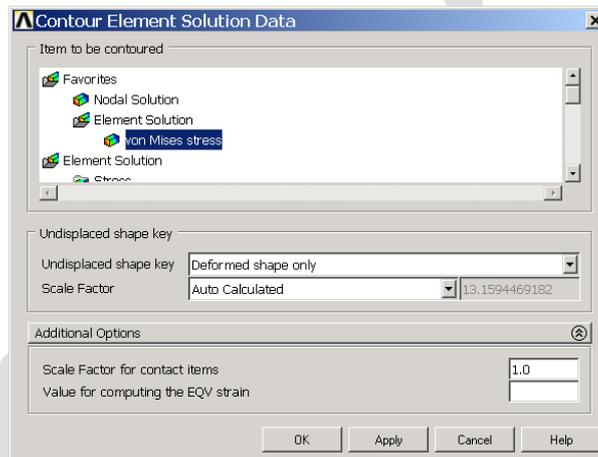

图6.17 选择单元结果
(1) 单击 Main Menu>General Postproc>Plot Results>Contour Plot>Element Solu 菜单，弹出【Contour Element Solution Data】对话框，如图 6.17 所示。